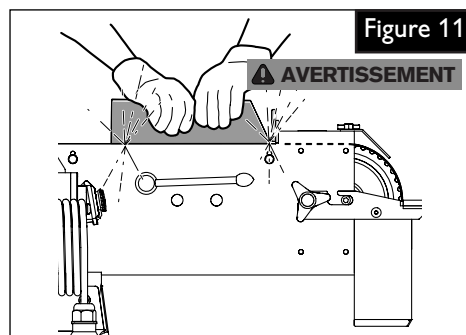

Figure 11
9.7 Ponçage de surfaces planes (Figure 11).
- Guider la pièce des deux mains et, une fois l'opération terminée, l'enlever vers le haut. (Figure 11)